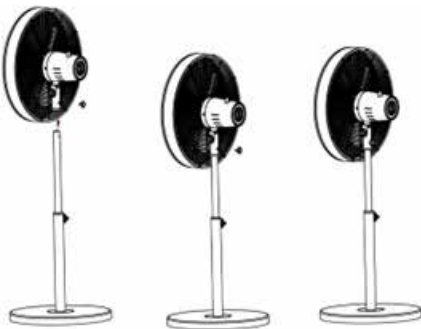

Abb. 3
8. Lösen Sie nun die Feststellschraube Nr. 4. Stecken Sie die obere Seite des Innenrohrs Nr. 5 in das Rohr des Ventilator Kopfes und richten Sie den Ventilator Kopf gerade aus. Die beiden Löcher in den Rohren müssen übereinander passen, damit die Feststellschraube eingedreht werden kann. Die Feststellschraube zudrehen und so den Ventilator Kopf fixieren (Abb. 3).